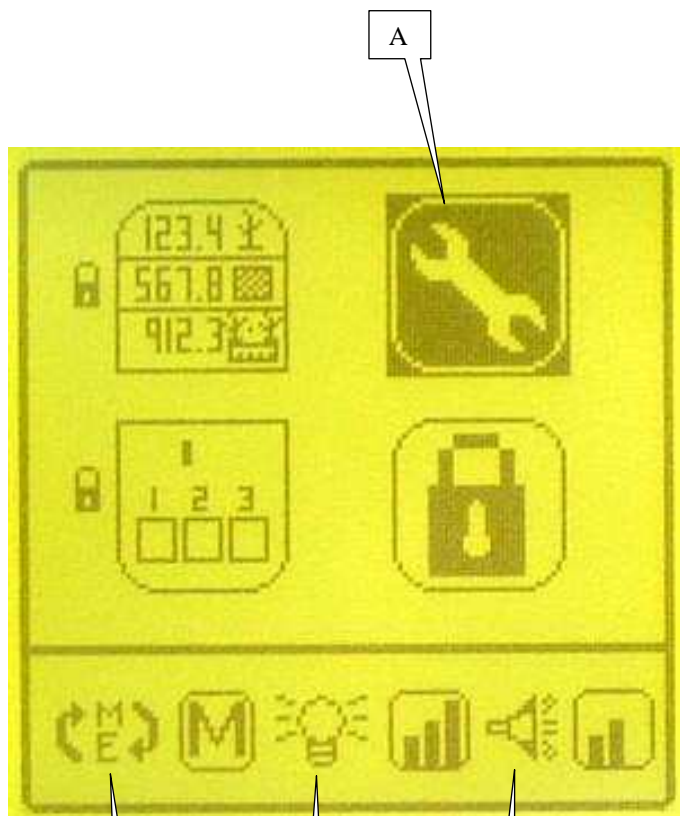

Fig. 1
Con il tasto   e  , selezionare in A (Fig. 1) l'ìcona desiderata e premere il tasto  per rientrare nel sottoprogramma. Nei sottoprogrammi (Fig. 2), i tasti   e   permettono di spostarsi tra i parametri da selezionare. Quando il parametro è selezionato in B (Fig. 2), premere il tasto  per poter modificarne il valore. Modificare il valore tramite i tasti   e   e premere il tasto  per memorizzare il valore.
**a) sous-programme paramétrage console (Fig. 1)**
l'écran et valider. L'affichage (Fig. 1) apparaît.